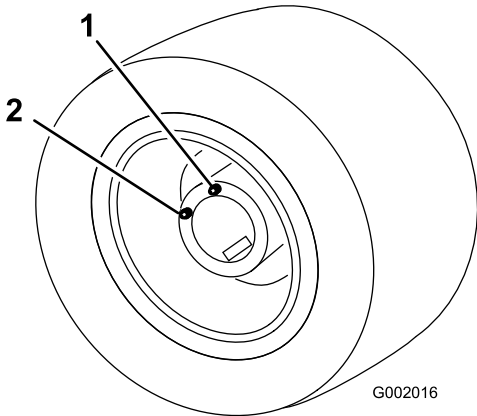

図 82
5. 今度はドレンプラグが補給位置にくるように駐車する(図 82)。